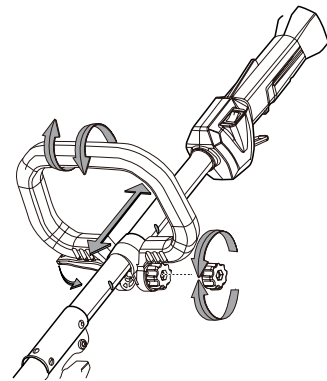

Fig. 2
1. Voltee la palanca y gire la tuerca hacia la izquierda para aflojar el asa (Fig. 2).